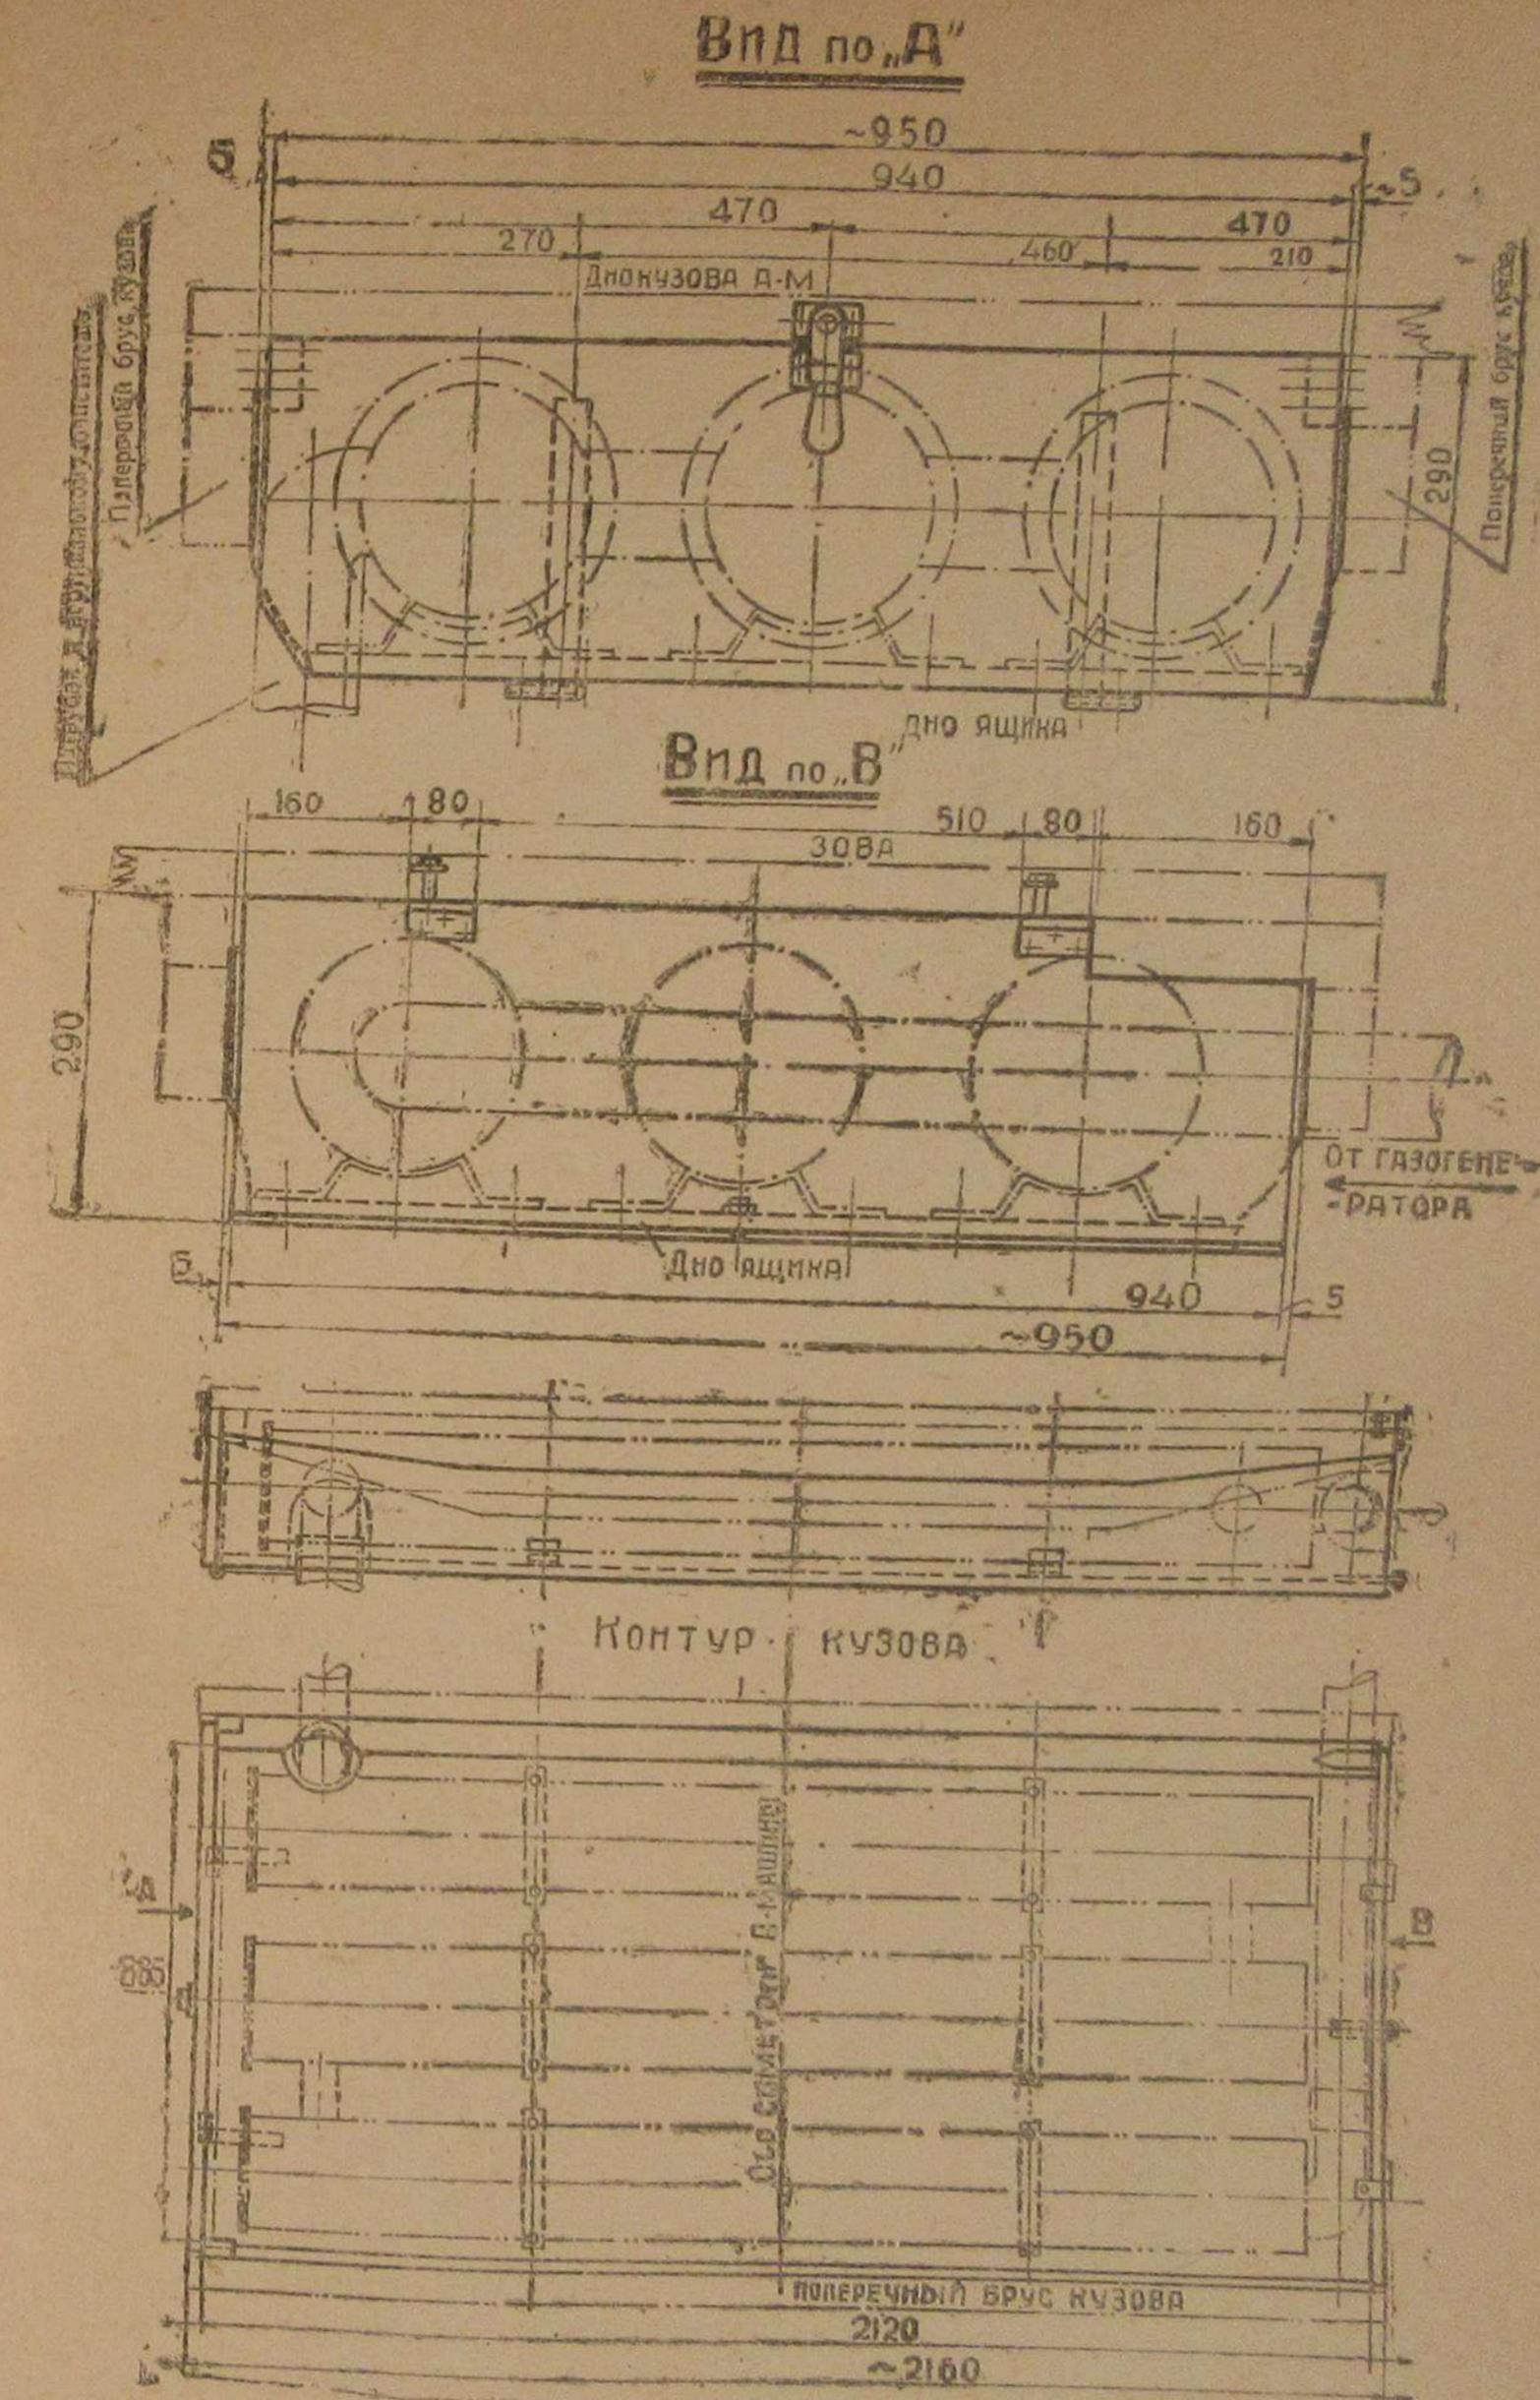

Рис. 13.
1. Ящик для горизонтальных очистителей, который имеет деревянный пол, две боковые металлические стенки, левую деревянную и правую металлическую крышки (рис. 13).
Для постановки дна ящика (рис. 13) нужно снять болты крепления горизонтальных очистителей, приподнять батарею грубых очистителей, с левой стороны подвести под нее дно ящика на раму автомобиля так, чтобы отверстия в деревянном полу совпали с отверстиями уголков крепления лап очистителей. Затем нужно закрепить горизонтальные очистители через пол болтами к уголкам, после чего боковые металлические стенки ящика закрепить гвоздями к первому и второму попечальным брусьям кузова. Вслед за креплением очистителей надо соединить шлангами патрубок 3-го горизонтального и вертикального очистителей и трубу от газогенератора к 1-му горизонтальному очистителю.